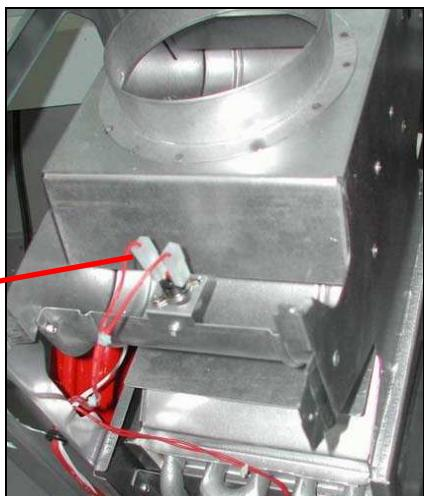

Рисунок 36
- Термостат (датчик опрокидывания тяги) расположен на верхней крышке дымохода слева (*Рисунок 36*).